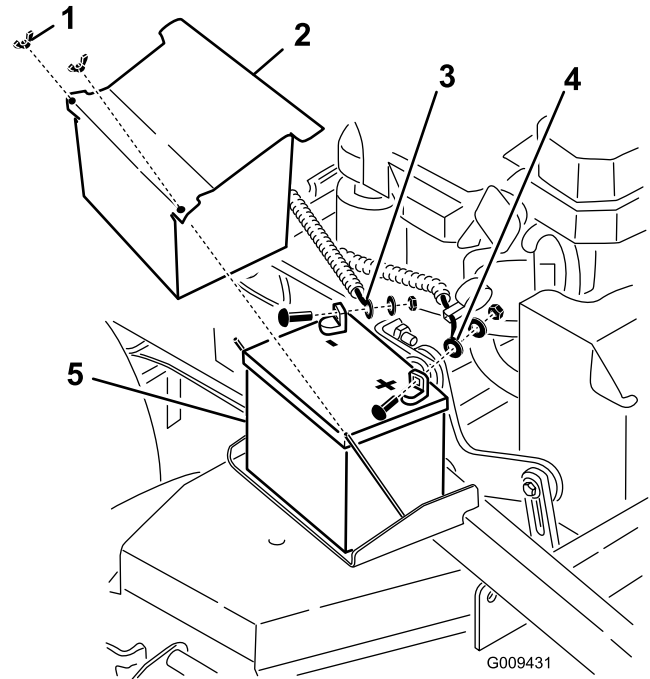

Figura 52
3. Levante la cubierta de goma negra del cable negativo. Desconecte el cable negativo del borne negativo (-) de la batería (Figura 52).
4. Retire la cubierta de goma roja del borne positivo (rojo) de la batería. Luego retire el cable positivo (rojo) de la batería (Figura 52).
5. Retire la pletina de sujeción de la batería (Figura 52), y retire ésta.
1. Coloque la batería en la máquina (Figura 52).
y un perno (Figura 52). Deslice la cubierta de goma sobre el borne.
4. Luego conecte el cable negativo y el cable de tierra al borne negativo (-) de la batería con una tuerca, una arandela y un perno (Figura 52). Deslice la cubierta de goma sobre el borne.